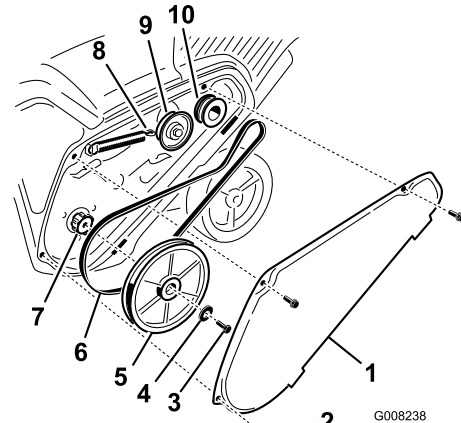

Bild 36
2. Haken Sie die Bremsfeder vom Spannarm aus, um die Riemenspannung zu lösen (Bild 36).
3. Nehmen Sie die Schraube und die Wellenscheibe ab, mit denen die Rotorscheibe befestigt ist (Bild 36).
4. Entfernen Sie die Rotorscheibe und den Treibriemen (Bild 36).
Hinweis: Verlegen Sie den neuen Treibriemen zuerst um die Motorriemenscheibe, dann um die Spannscheibe und dann lose um die Rotorscheibe, die sich etwas über der Rotorwelle befindet (Bild 36).
6. Montieren Sie die Rotorscheibe an der Rotorwelle (Bild 36).
7. Setzen Sie die Wellenscheibe und die Rotorscheibenschraube ein und ziehen sie beide fest (Bild 36).